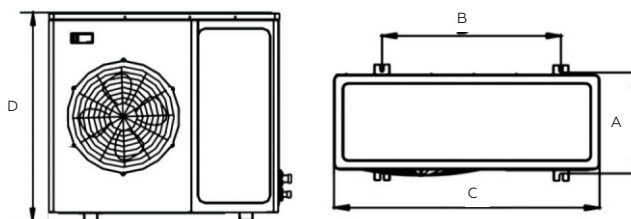

Рис.21
- Болты крепления, после затягивания гаек, должны выступать не менее, чем на 20 мм от основания (рис. 21)